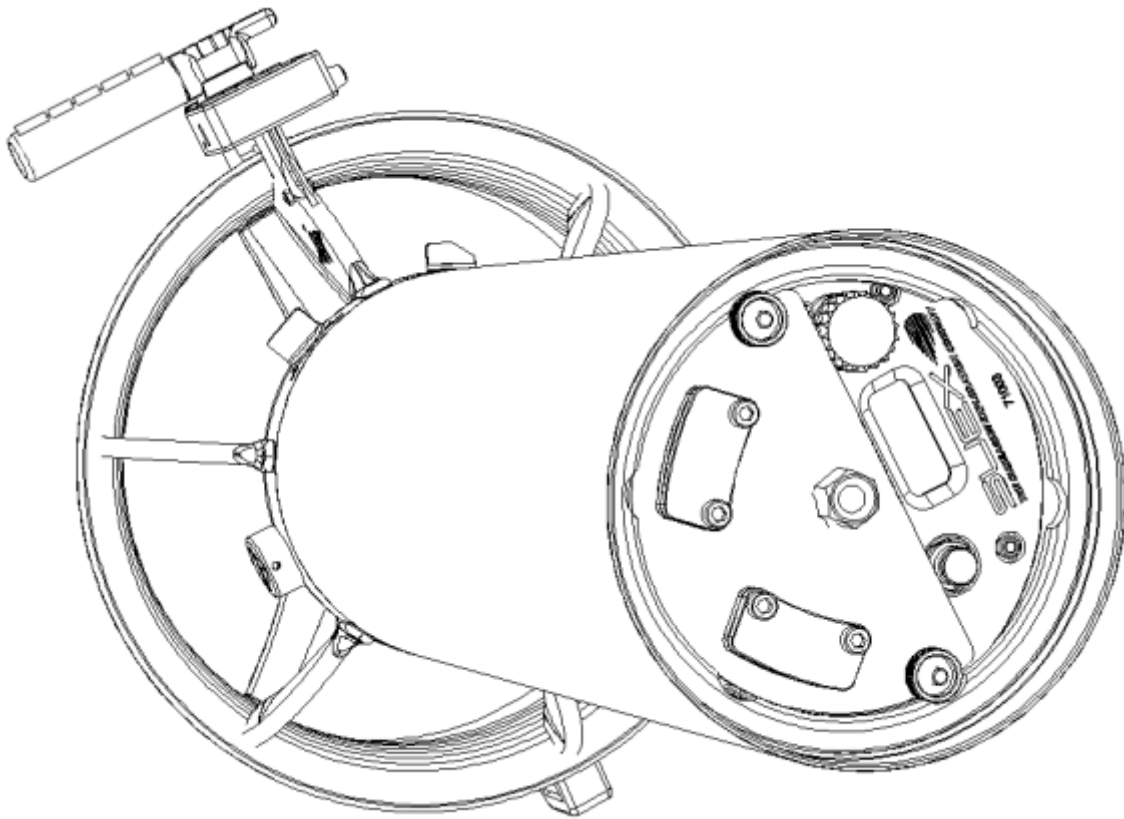

Fig.2 - Apertura del vano batteria
Tolto il musone svitare le ghiere (11 - Fig.2 e 3), estrarre la piastra (12), togliere gli anelli drop drop (11A) e rimuovere la batteria (14) tirandola verso l'alto. Alla completa estrazione della batteria, scollegare il connettore rosso (15).